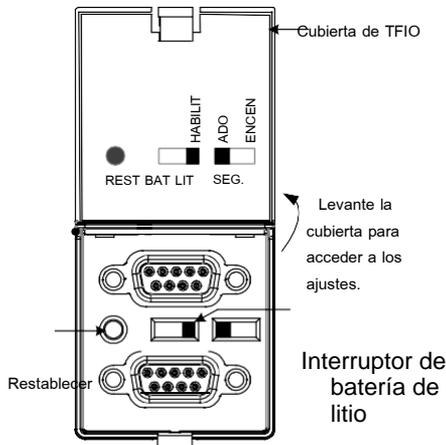

Figura 11: Interruptor de batería de litio
4. Si la alimentación en secuencia no se inicia ni se completa, presione el botón restablecer que se muestra en la Figura 11.
5. Si la alimentación en secuencia no se inicia ni se completa, presione el botón restablecer que se muestra en la Figura 11.
Para asegurarse de que la batería de litio esté habilitada, inserte un destornillador pequeño en la ranura y mueva el interruptor a la posición HABILITAR como se muestra en la Figura 11.